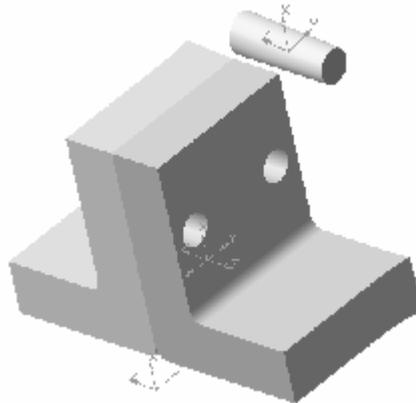

Рис. 47. Расстановка деталей перед сборкой
- 3.11. Переключитесь на панель инструментов сопряжения, нажав кнопку . На инструментальной панели сопряжения выберите кнопку совпадение объектов . В качестве параметров для совпадения объектов выберите боковую плоскость втулки и одного из уголков. Выберите прямую ориентацию и укажите расстояние равное 0 (рис. 47).